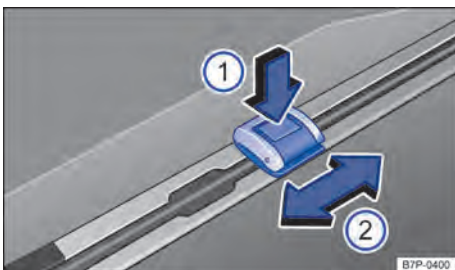

Fig. 131 Regulagem dos olhais de amarração móveis no compartimento de bagagem.
- Pressionar o botão superior do olhal de amarração ⇒ Fig. 131 ①.
- Mover o olhal de amarração para a posição desejada ②.
- Rebater a braçadeira do olhal de amarração ⇒ Fig. 131 para cima e fixar a carga.